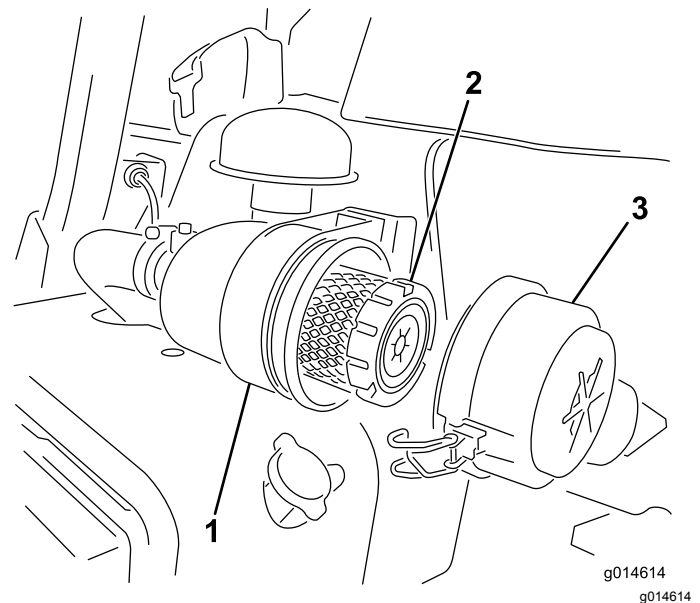

Figura 25
1. Abra los enganches que sujetan la tapa del limpiador de aire a la carcasa del limpiador de aire (Figura 25).
7. Cierre los enganches (Figura 25).